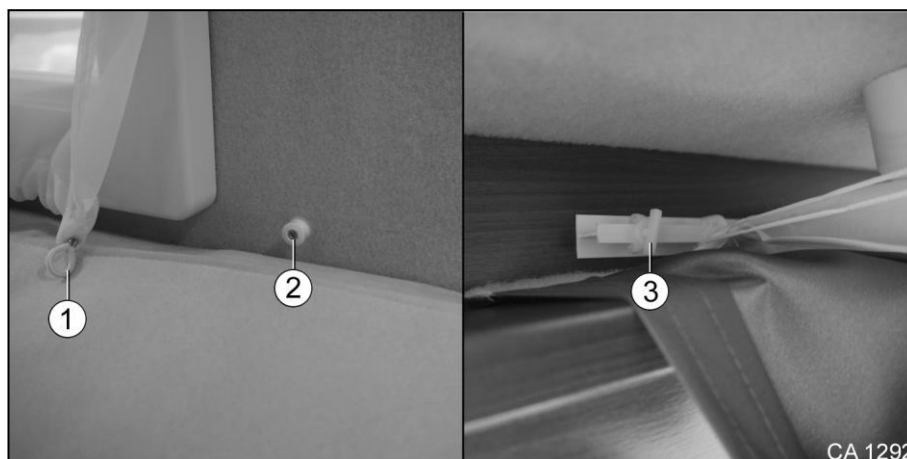

Fig. 157 Rideau
1. Desserrer les deux passants (Fig. 157/1) du dispositif de fixation (Fig. 157/2).
2. Ouvrir la fermeture (Fig. 157/3) en tournant.